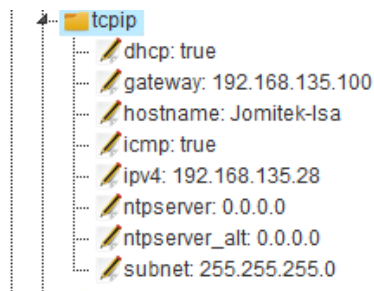

图 6: TCPIP 设置的 WEB 界面示例
该目录为 TCP/IP 和 (S)NTP 设置提供了以下可配置字段，请参见图6示例。